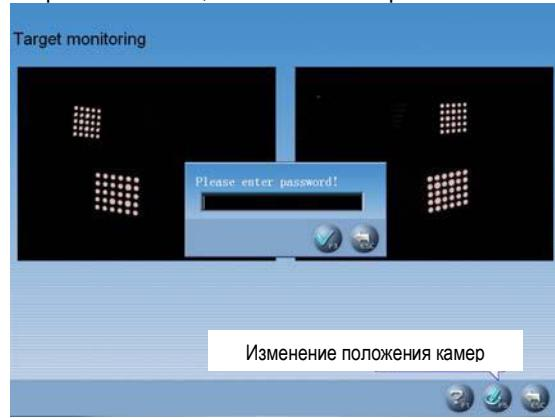

Рис.4.48
1. Резервирование: нажать кнопку , выбрать файл во всплывающем окне, который требуется сохранить (окно показано на рис.4.48) или ввести путь к экспортируемому файлу в адресной строке, затем нажать кнопку .
Замечание: после первой установки или после замены камер (ы) левую и правую камеры можно поменять местами, в этом случае требуется выполнить операцию настройки положения камер. Необходимо нажать кнопку [Изменение положения камер] в окне [Проверка мишеней], на экране отображается окно, как показано на рис. 4.48.